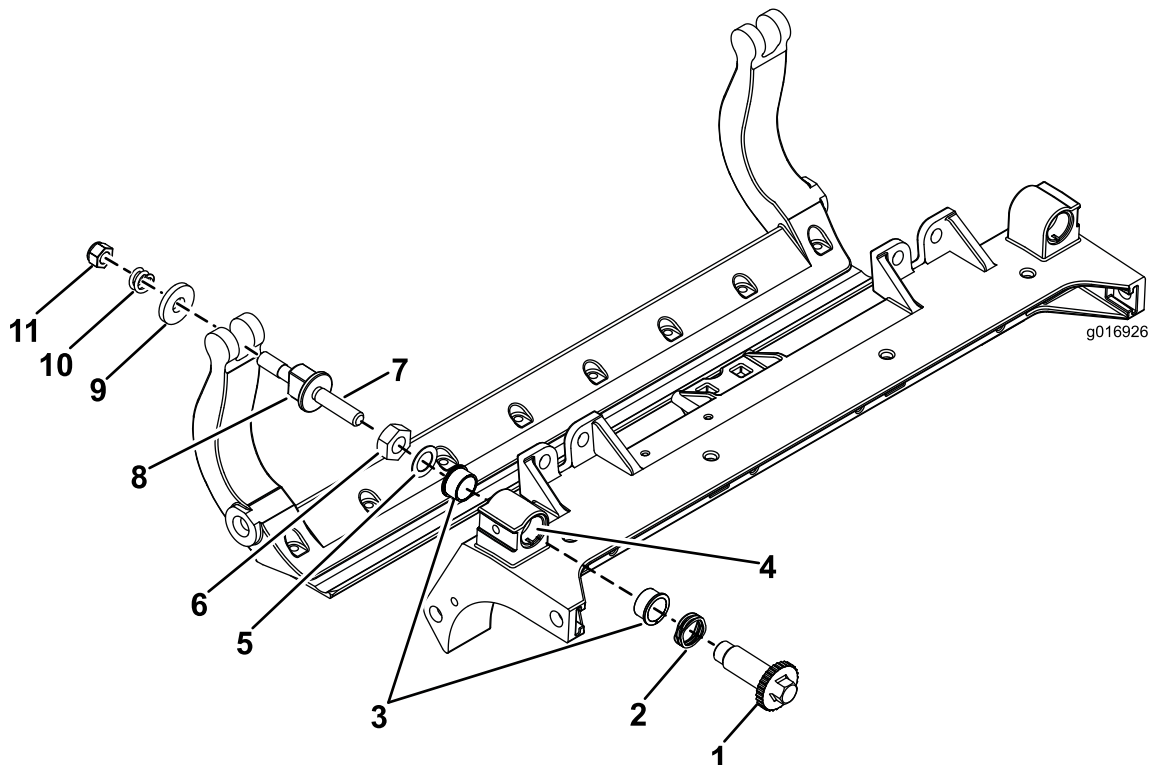

図 31
1. 全部のパーツを取り外すHD DPA キットモデル 120-7230の 取り付け要領書および図 31を参照。
2. カuttingユニットのセンターフレームのブッシュ挿入場所にネバーシーズを塗布する図 31。
3. フランジブッシュのキーとフレームのキー溝を揃えて、ブッシュを挿入する図 31。
4. アジャスタシャフトにウェーブワッシャを通し、アジャスタシャフトをCuttingユニットのフレームのフランジブッシュに通す図 31。
5. 平ワッシャとロックナットでアジャスタシャフトを固定する図 31。ホイールナットを 20-27 N-m/15-20 ft-lb=0.17-0.23 kg.mにトルク締めする。
11. その外側からスチール製ワッシャを取り付ける図 31。
注 内側のワッシャには遊びがあってよい図 31。
13. 各ベッドバーアジャスタ・アセンブリを締め付けて圧縮スプリングを完全に圧縮し、そこから1/2回転だけ戻す図 31。